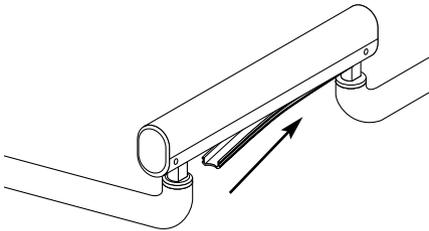

Figura 20. Instalación de la cubierta del brazo flexible
6. Vuelva a instalar la cubierta de vinilo flexible (véase la figura 20). La cubierta se coloca fácilmente en su sitio. Comience introduciendo un extremo de la cubierta en el brazo y colóquela en su sitio presionándola a lo largo de la parte inferior del brazo.